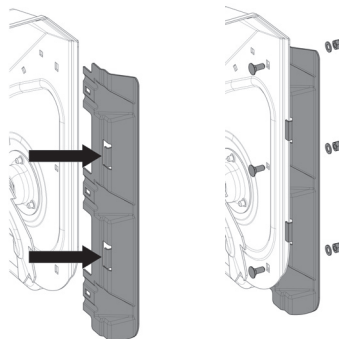

Рис. 15. Установка расширителей кожуха шнеков
- Смонтируйте расширители, установив зацепами на внутреннюю часть боковины кожуха. Обратите внимание, что скругление расширителя должно быть внизу (Рис. 15). Расширитель в местах зацепов устанавливается с усилием. При необходимости, воспользуйтесь резиновой киянкой.
- Совместите отверстия в расширителе и боковине кожуха шнеков, вставьте в квадратные отверстия в кожухе шнеков (изнутри кожуха) болты с полукруглой головкой М8×20, снаружи установите шайбы М8 и закрутите самоподтягивающиеся гайки М8 с неметаллической вставкой, как показано на Рис. 15.